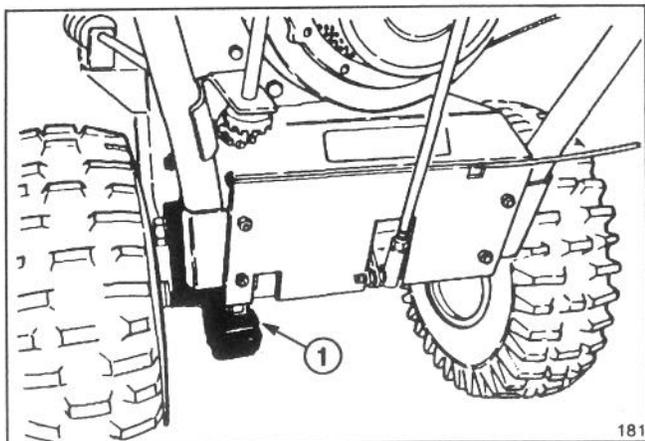

Figure 25
1. Une fois par an, la chaîne d'entraînement doit être lubrifiée à l'aide d'une huile pour chaîne (fig. 25). Essuyez toute huile qui a coulé à l'extérieur.